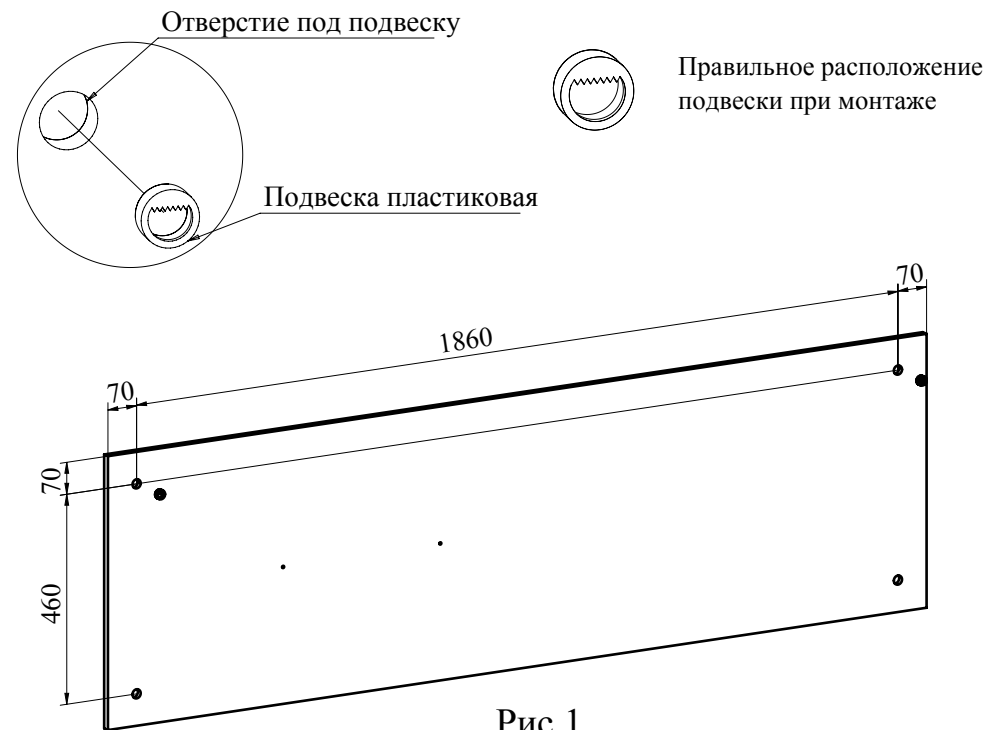

Рис.1
1. Установите подвески пластиковые (Рис. 1).
**Важно:** установите подвеску пластиковую таким образом, чтобы площадка с зубчатой опорой была строго вверх (Рис. 1). Такое расположение подвески обеспечит легкое выполнение монтажа изделия на стене и его регулировки.
2. С помощью карандаша и рулетки разметьте стену (Рис. 1). Просверлите два отверстия под дюбель п/п 10x50. Вбейте два дюбеля п/п 10x50 и вкрутите крючки для навесов.